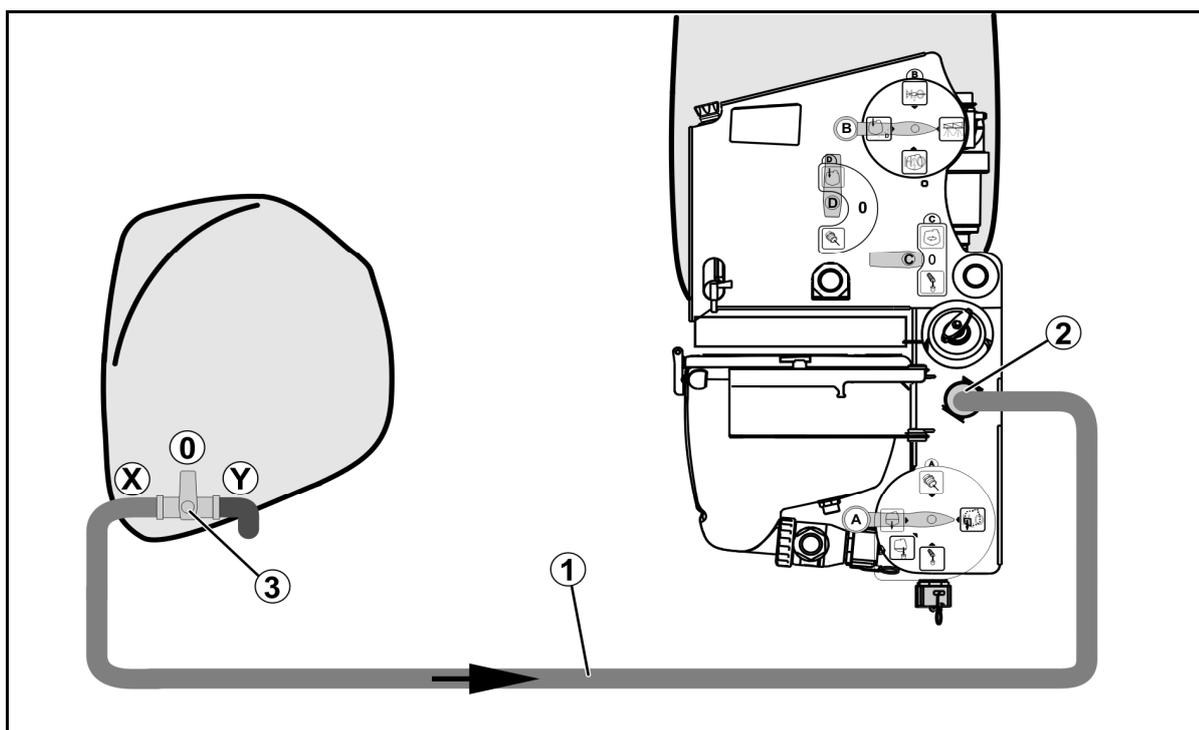

Fig. 14
1. Desacople a mangueira de ligação (Fig. 14/1) do tanque frontal com a ligação de enchimento (Fig. 14/2).
2. Torneira de comando no tanque frontal (Fig. 14/3) em posição **X**.